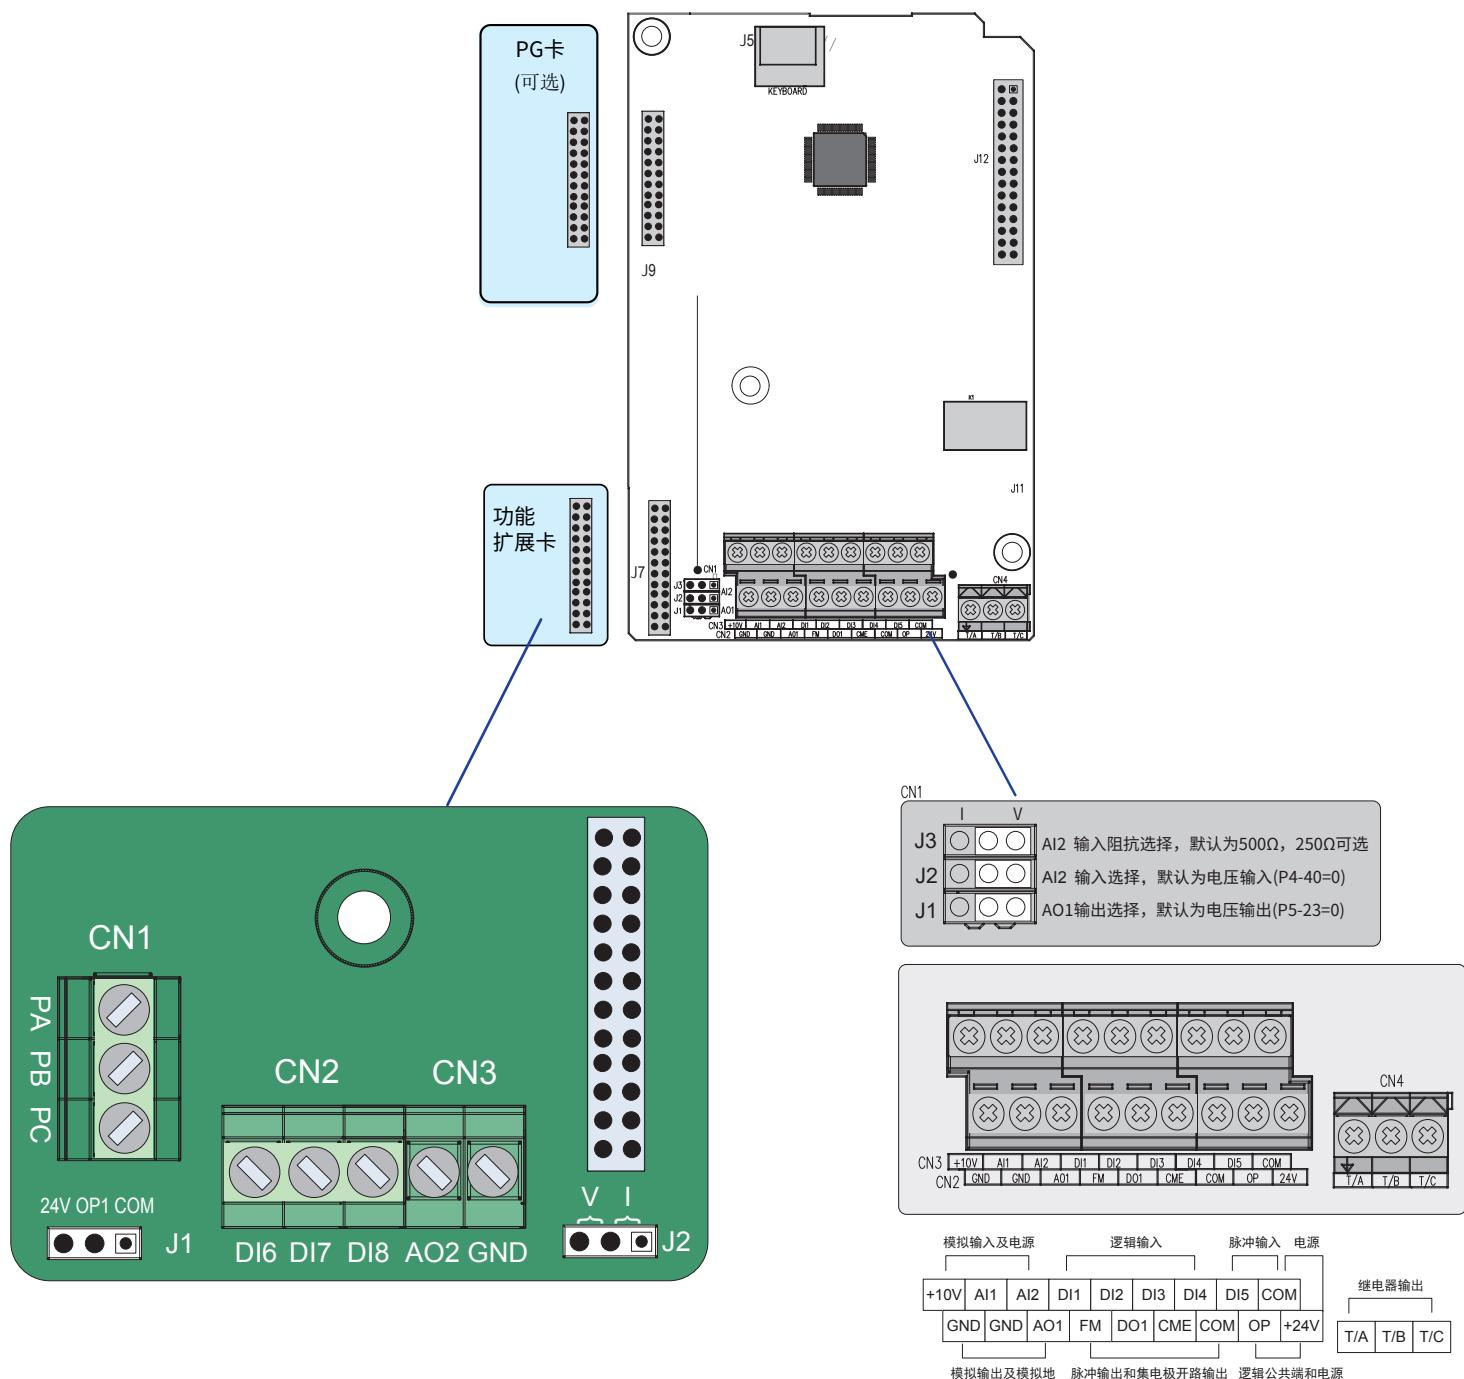

图 3-57 控制回路端子布置图
- 【注 3】跳线 J1、J2 与 J3 在控制板上的位置如图 3-57 所示。